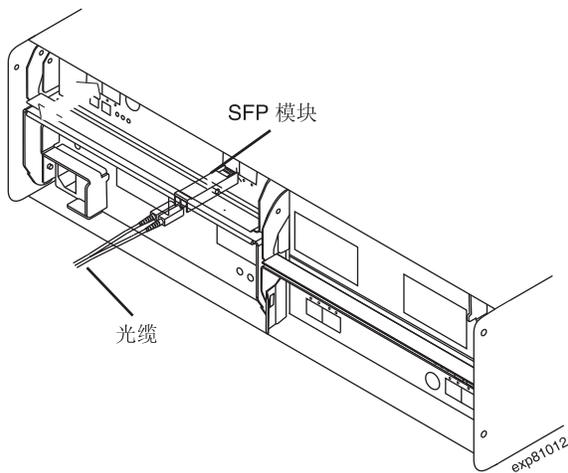

图 70. 安装 SFP 模块并将 LC-LC 电缆连接到存储扩展机柜
2. 将 LC-LC 光缆连接到 SFP 模块，如第 100 页的图 70 中所示。
将 SFP 模块安装到存储扩展机柜背面的 SFP 端口中；然后将 LC-LC 电缆的另一端连接到 SFP 模块中，如图 70 中所示。